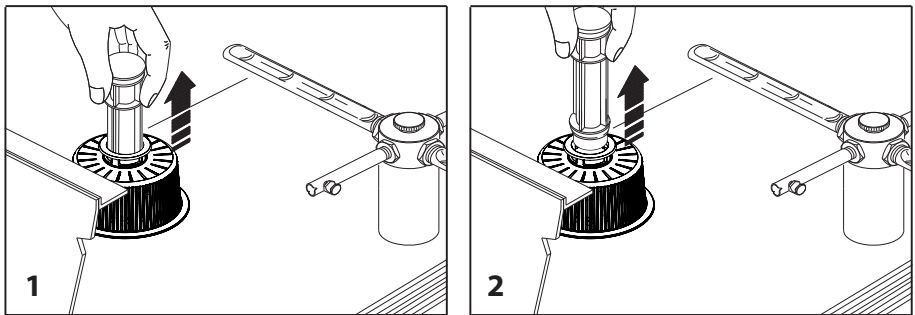

Bild 16
1. Das Geschirrspülmaschine durch den EINSCHALTKNOPF (2) auszuschalten, (siehe Abschn. 4.6) und sie vom Stromnetz trennen
2. Das Überlaufrohr abnehmen (Bild 16)